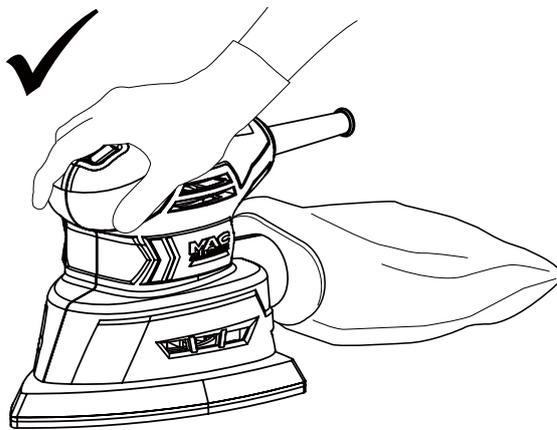
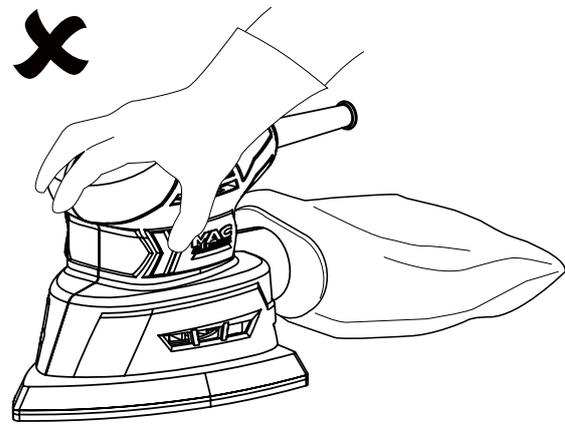

Fig. 10
Fig. 11
- > Tenez le produit fermement par la surface d'accroche (2) (Fig. 10). Ne couvrez pas les ouvertures d'aération (3) (Fig. 11).